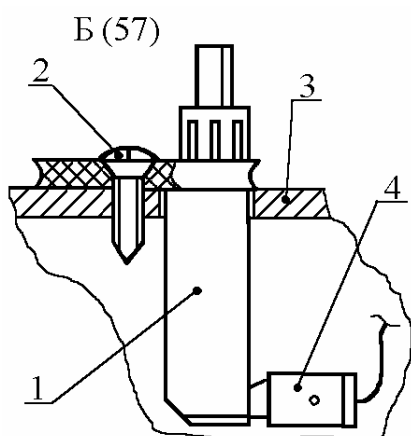

Рис. 59. Выключатель сигнализатора багажника:
16.2.1. Снять выключатель 1 (рис.59) вывинтив винт 2 его крепления к внутренней панели багажника 3 и отсоединить колодку 4 жгута проводов